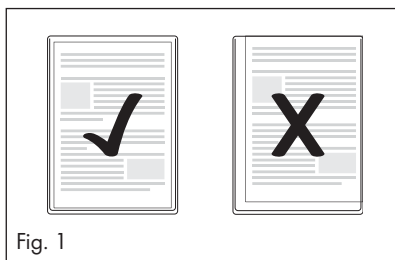

Fig. 1
- Certifique-se de que todas as margens do documento se situam a pelo menos dois milímetros de distância da margem da bolsa de película plástica, conforme ilustrado na fig. 1.